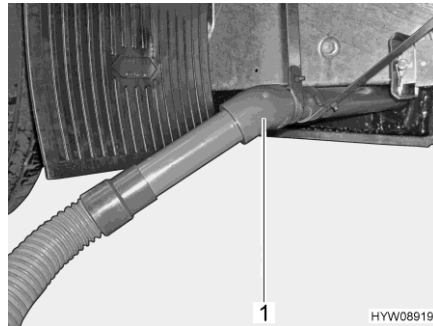

Fig. 106 Tuyau de purge avec tuyau d'évacuation des eaux usées
- Emboîter le tuyau d'évacuation des eaux usées sur le tuyau de purge (Fig. 106,1).